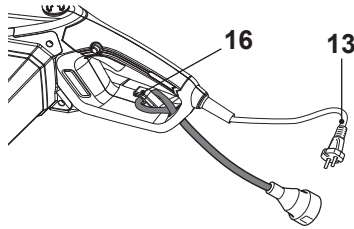

Fig. 15
1. Certifique-se de que o interruptor para ligar/desligar (17) não está premido.
2. Dobre o cabo de extensão cerca de 30 cm para trás a partir da extremidade, passe este laço de cabo através do orifício na proteção de segurança traseira e prenda-o no dispositivo de alívio de tensão do cabo (16). Puxe delicadamente o cabo para se certificar de que está firmemente engatado na pega (Fig. 15).